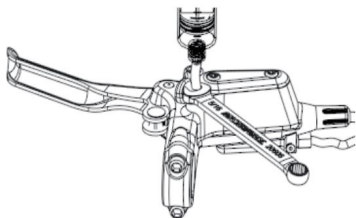

Figure 5-3 Utilisez une clé plate de 8 mm pour desserrer/serrer le filetage du raccord d'huile du corps de l'étrier
- ④Utilisez une clé plate de 8 mm pour serrer le raccord d'huile du corps principal (tournez dans le sens des aiguilles d'une montre d'environ 1 tour et demi, comme indiqué sur la figure 5-3).
- ⑤Remplissage d'huile formel : Tout d'abord, appuyez sur la poignée de frein avec votre main, puis relâchez-la jusqu'à ce qu'aucune bulle ne s'échappe du tuyau de la seringue. Si l'effet n'est pas évident, appuyez d'abord sur la seringue avec votre main pour permettre à l'huile de frein de pénétrer dans le frein à disque, puis retirez la seringue pour expulser les bulles, répétez cette action trois à cinq fois, puis continuez à appuyer et à relâcher la poignée de frein jusqu'à ce qu'aucune bulle ne s'échappe du tuyau de la seringue. Le remplissage d'huile est terminé, retirez la seringue, insérez la buse d'huile dans le corps principal et serrez la vis de remplissage d'huile.